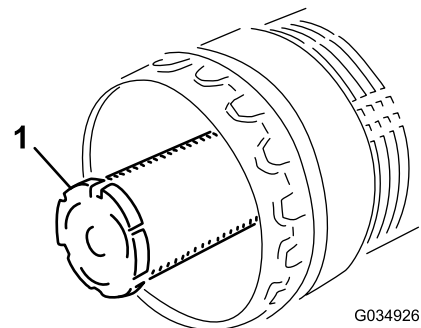

Figura 89
**Nota:** Cambie el filtro secundario cada tres revisiones del filtro primario (Figura 89).